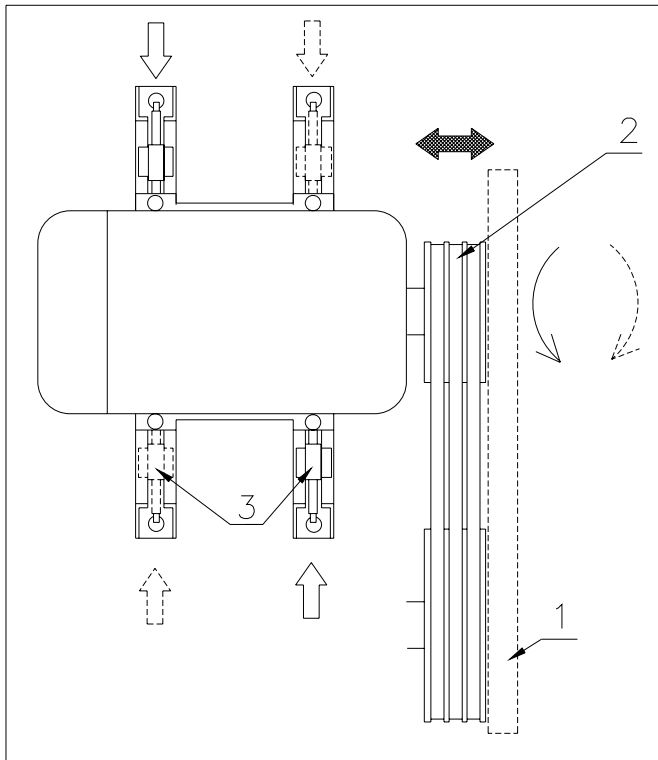

Fig. 7.9
Kontroller (etter justeringen) om begge remskivene fremdeles er i linje (se fig. 7.9).
Om nødvendig kan motorens remskive forskyves på akselen. For å gjøre dette løsnes de 3 justeringsskruene i navets klemhylse litt løs og trykkes remskiven mot motoren. Hvis remskiven og klemmehylsen sitter løst fra hverandre, kan skiven forskyves på motorakselen. Sett remskiven i riktig stilling og stram justeringsskruene. Kontroller opprettingen på nytt, for mens klemmehylsen skrues fast kan remskiven forskyve seg litt. Hvis motorakselen ikke er parallell med pumpeakselen, kan motoren vris som vist i fig. 7.9. For å gjøre dette løsnes motorboltene litt og justeres motoren med strammerne (3). Om nødvendig kan en av strammerne på motorens overside festes i strammeskinnen for å oppnå ønsket resultat. Pass på at kileremmene er riktig strammet!